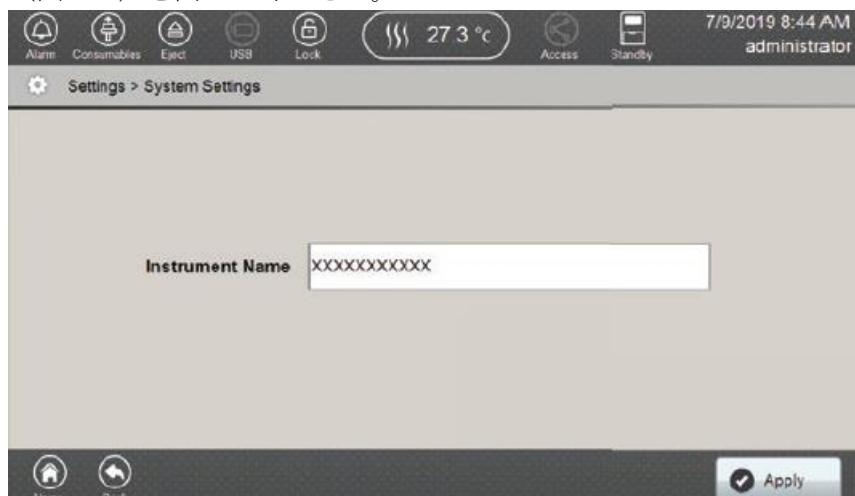

図 159 System Settings 画面
1. Settings 画面（図 158）から **System Settings** を選択し、System Settings 画面（図 159）を開いてください。